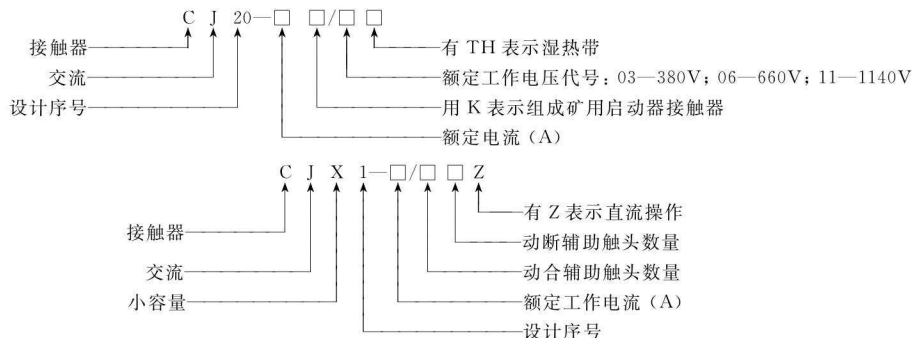

图 1-7 交流接触器型号的含义
(1) 交流接触器型号的含义。图 1-7 所示为交流接触器型号的含义。